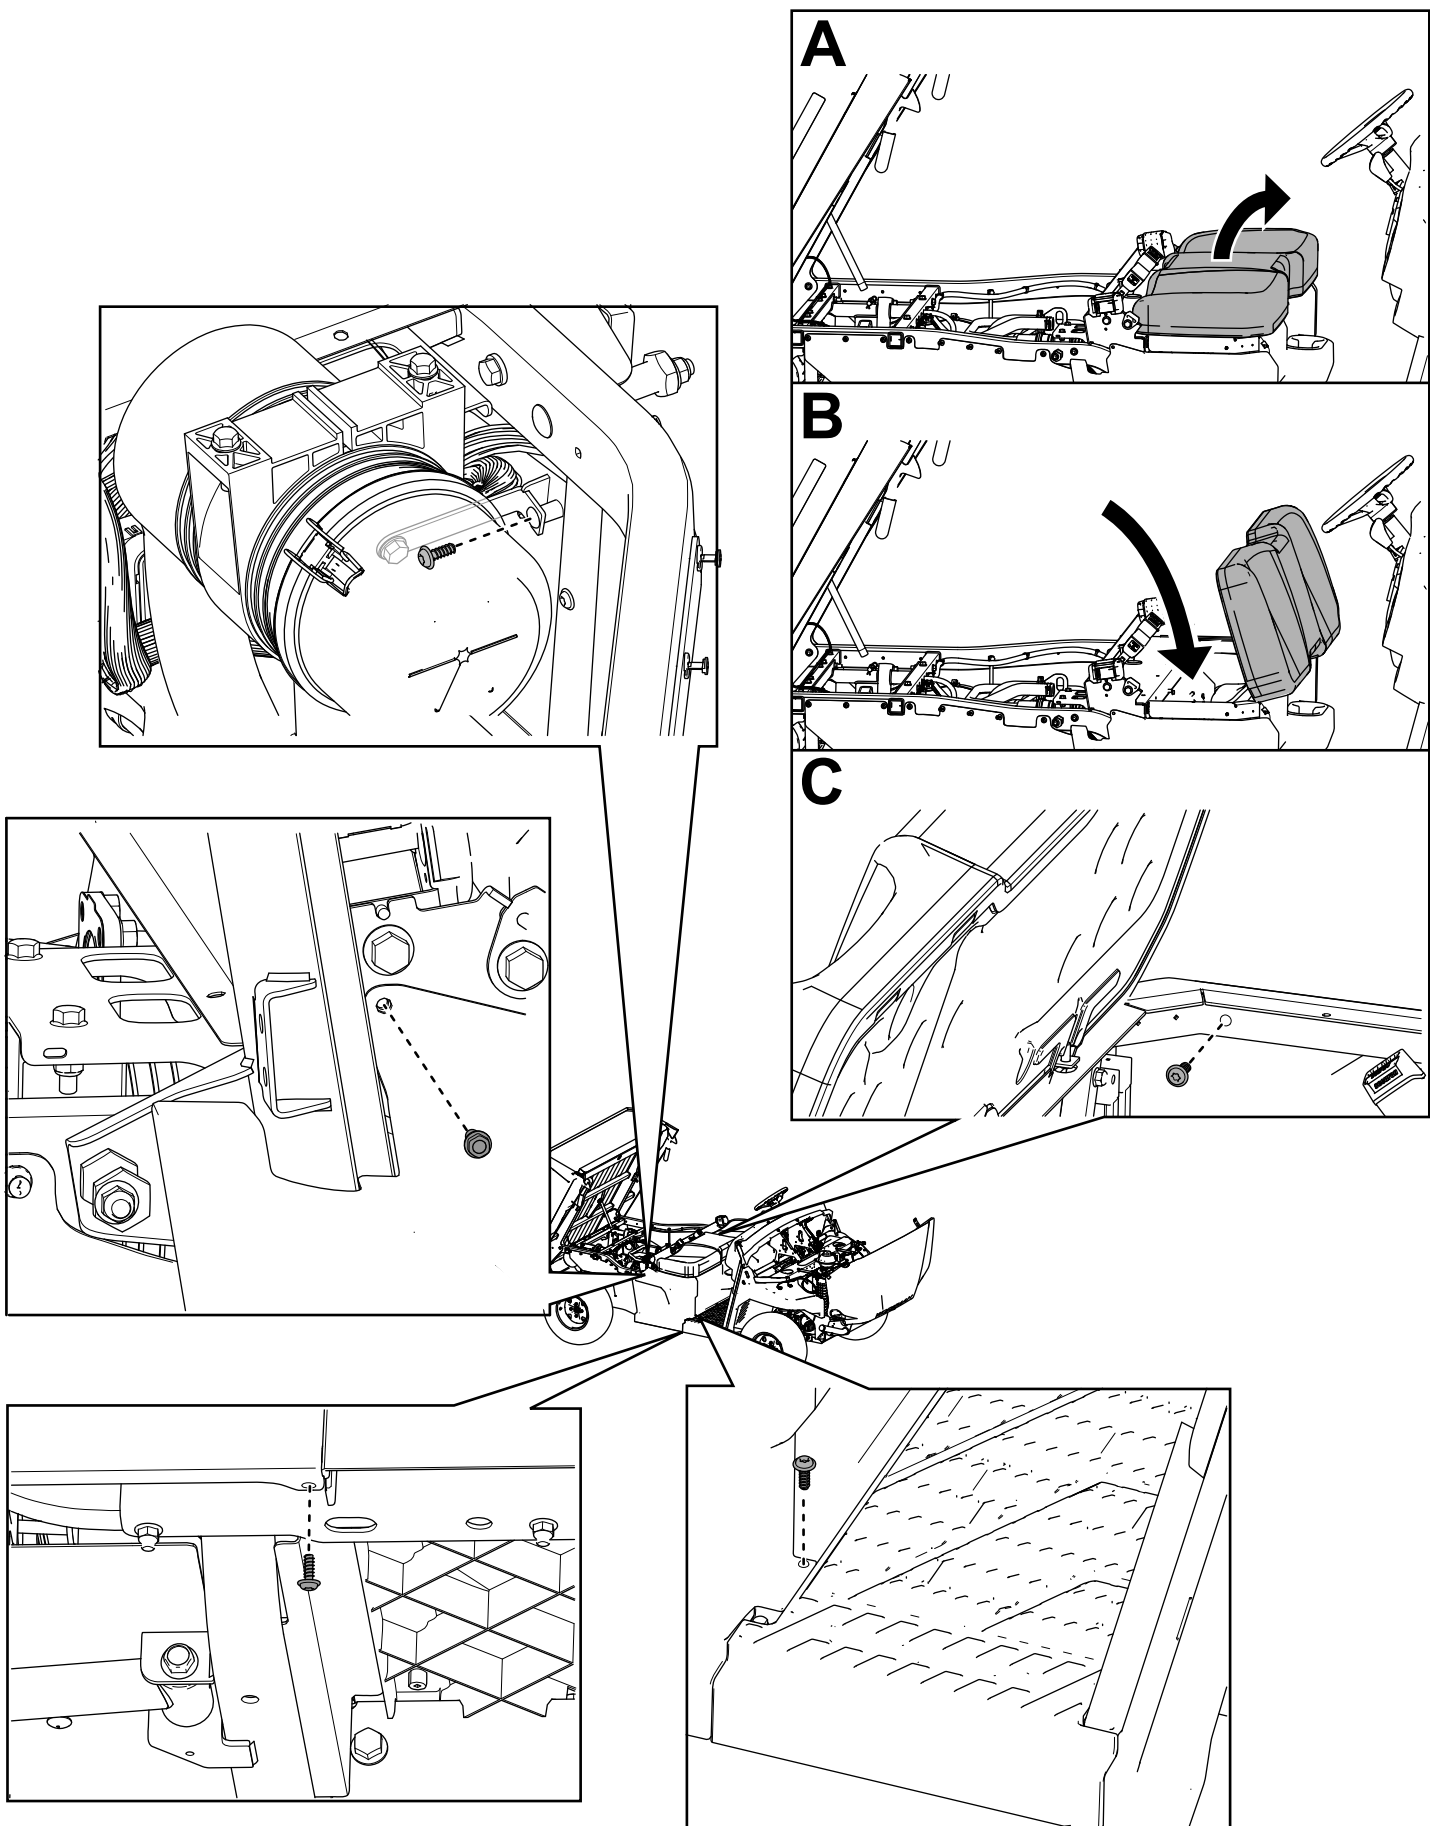

Bild 34
22. Befestigen Sie die rechte und linke Sitzunterteilplatte mit den zuvor entfernten Sechskantschrauben ($\frac{1}{4}$ " x $\frac{3}{4}$ "), wie in Bild 34 dargestellt.